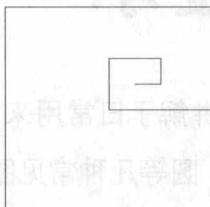

图 1-1 最终效果
本例最终效果如图 1-1 所示。
Step 03 中文版 AutoCAD 2009 的菜单栏位于标题栏的下方，由“文件”、“编辑”、“视图”、“插入”及“格式”等 11 个菜单选项组成，集合了 AutoCAD 2009 中的全部命令，并分门别类地放置在不同的菜单中，供用户选择使用。要绘制如图 1-1 所示的图形，需要利用直线命令。用户可以执行“绘图 > 直线”菜单命令，如图 1-4 所示。也可以利用 AutoCAD 系统提供的工具栏启动绘图命令，单击“绘图”工具栏（如图 1-5 所示）上的“直线”工具按钮即可。
在本例中通过绘制如图 1-1 所示的直线组合，简单介绍了 AutoCAD 2009 中文版的启动方法和 AutoCAD 2009 窗口的组成，以及基本绘图、保存图形文件的方法。读者应全部掌握，并在以后的绘图过程中熟练应用。